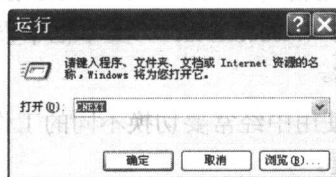

图 1-1
双击桌面上的  图标，直接启动 CATIA 进程。或在 Windows 中选择“开始”→“运行 (R)”命令，在“运行”对话框中的“打开 (O)”文本框中输入 CNEXT，使用命令方式启动 CATIA 进程，如图 1-1 所示。由于 CATIA 软件启动较慢，用命令方式启动可防止重复启动。